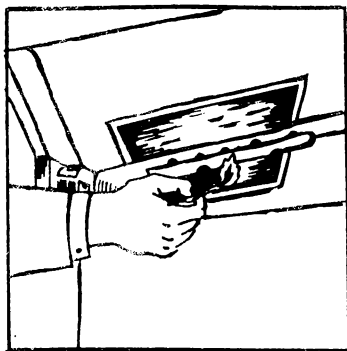

Рис. 7. Розжиг жарочной горелки.
- поднесите спичку под горелку (рис. 7);